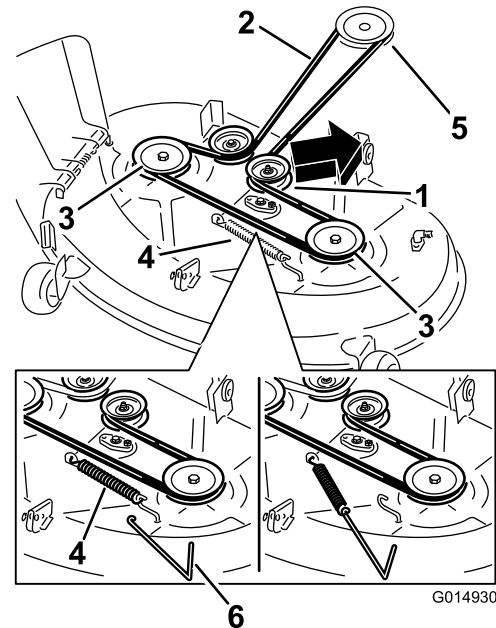
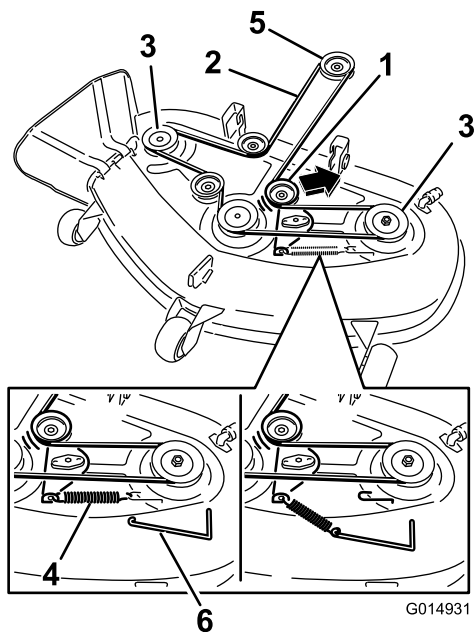

Bild 57
Bild 58
6. Entfernen Sie die Spannscheibenfeder mit einem Werkzeug zur Federentfernung (Toro-Bestellnummer 92-5771) vom Mähwerkhaken, um die Spannung von der Spannscheibe zu nehmen, und rollen Sie den Riemen von den Riemenscheiben (Bild 57 und Bild 58).
7. Verlegen Sie den neuen Riemen um die Motor- und Mähwerkriemenscheiben (Bild 58).
8. Setzen Sie die Spannscheibenfeder mit einem Werkzeug zur Federentfernung auf den Mähwerkhaken, um die Spannscheibe und den Mähwerkriemen zu spannen (Bild 57 und Bild 58).